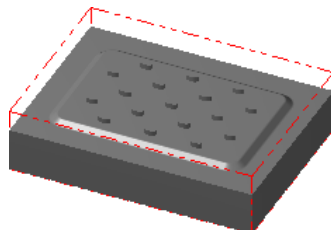

图 25.3 显示工件
Step4. 单击“机器群组属性”对话框中的 按钮，完成工件的设置。此时零件如图 25.3 所示，从图中可以观察到零件的边缘多了红色的双点画线，双点画线围成的图形即为工件。